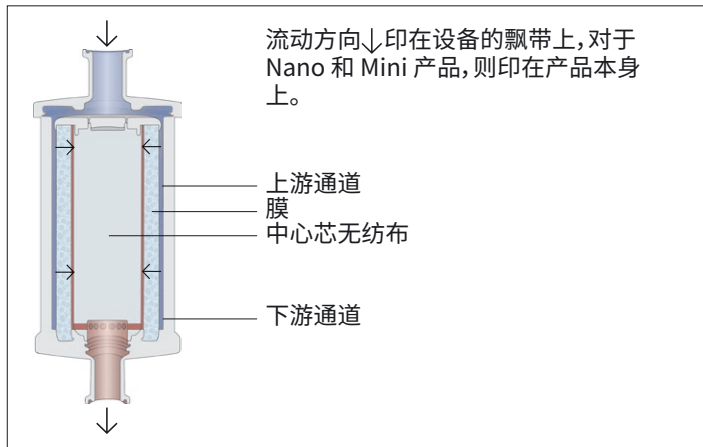

图 2:囊式过滤器内部结构及流动路径
- ▷ 液流被引导至上游通道(即溶液进入产品), 穿过膜层到达下游通道并到达产品的出口(参见图 2)。